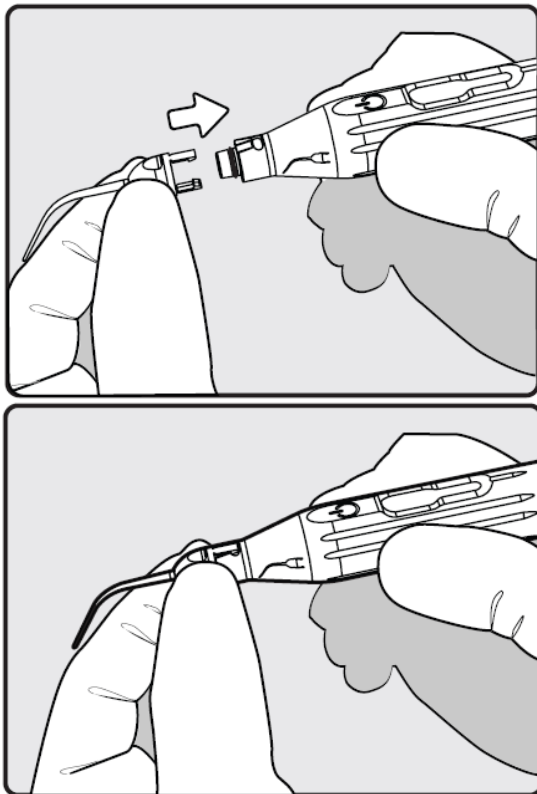

Figure 7 : Fixation de l'embout de diffusion de lumière
- Retirer l'embout jetable de diffusion de lumière d'une trousse de traitement neuve. S'assurer que le joint torique est posé correctement à l'extrémité distale de la gaine extérieure et qu'il ne comporte aucune usure visible. Fixer l'embout de diffusion de lumière sur l'avant de la gaine extérieure dans le bon sens comme montré à la Figure 7. Si le joint torique distal doit être remplacé à ce stade, il est recommandé de stériliser à nouveau la gaine de la manière décrite dans la section 5.9.